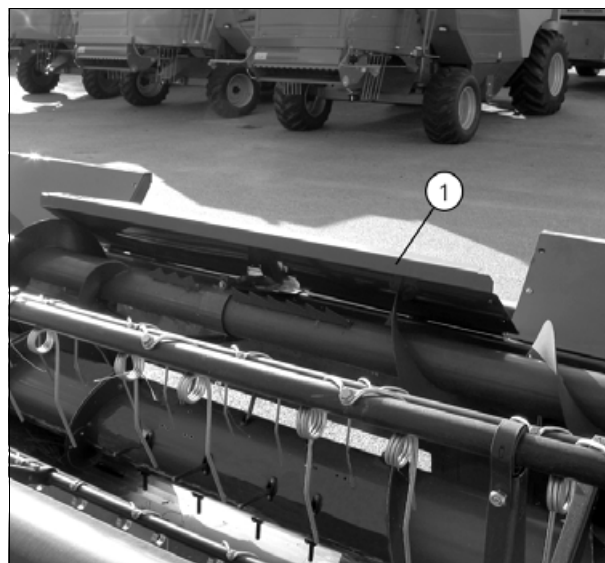
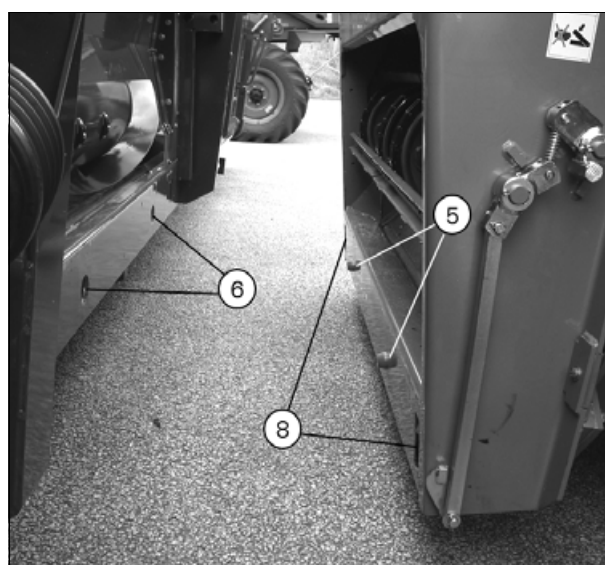
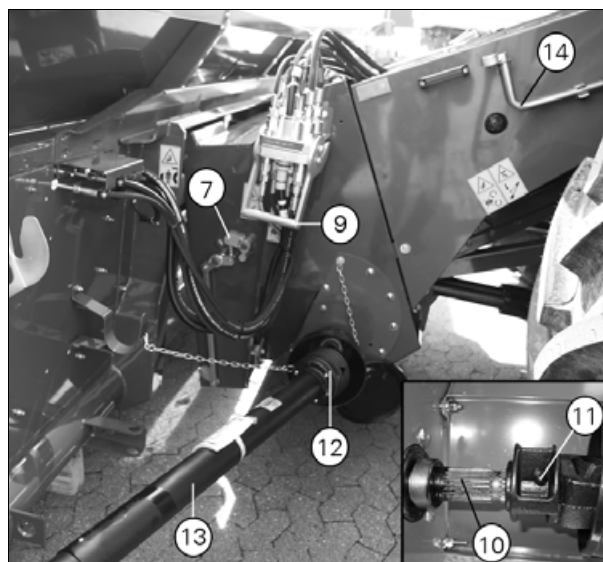

Рис. 1.
Рис. 2.
Рис. 3.
(рис. 1, рис. 2 и рис. 3)
7. Поверните запорное устройство (7) и с помощью гаечного ключа (14), входящего в комплект поставки машины, прикрепите крюки (8) к жатке (рисунок снизу рис. 2).
9. Присоедините многофункциональную муфту к штуцеру главного приемного элеватора и соедините две детали, используя рукоятку (9).
10. Установите вал трансмиссии жатки в МОМ (10). Для этого снимите крышку с корпуса МОМ. Затем слегка вдавите вал трансмиссии в вал отбора мощности. Надавите на фиксатор (11) и еще глубже вдавите вал трансмиссии в коробку отбора мощности до тех пор, пока фиксатор снова не поднимется вверх.